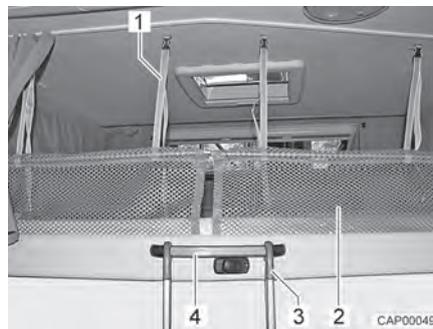

Fig. 75 Échelle de montée et filet de sécurité
- Accrocher l'échelle de montée (Fig. 75,3) à la poignée étrier (Fig. 75,4) du lit escamotable à l'aide des deux étriers.
**Filet de sécurité** Les filets de sécurité (Fig. 75,2) et les sangles de retenue sont rangés sous le matelas. Ne tendre les filets de sécurité qu'une fois que les personnes se trouvent dans le lit escamotable.
- Faire s'enclencher les sangles de retenue (Fig. 75,1) dans les œillets du plafond.